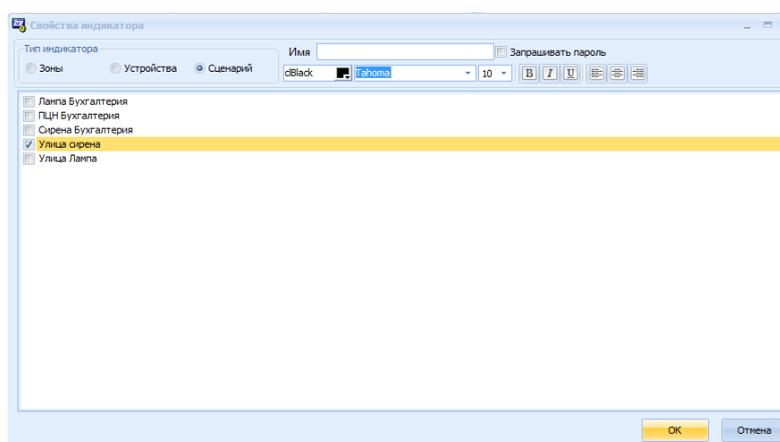

Рисунок 10.10 Окно «Свойства индикатора», добавление сценария на ячейку индикации
- 1) С помощью двойного щелчка мыши по ячейке индикации открыть окно «Свойства индикатора» (Рисунок 10.10).